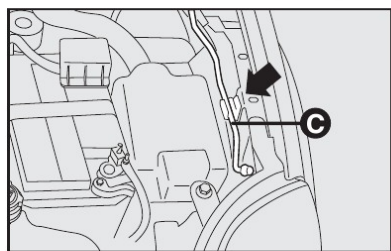

fig. 115
- 3) levantar o capô segurando-o pela parte central e, simultaneamente, soltar a vareta de suporte do seu dispositivo de bloqueio **C-fig. 115**;